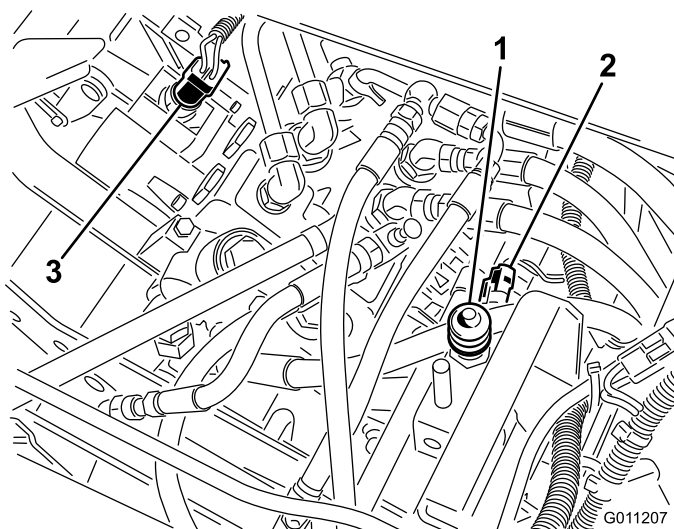

**Figure 45**
1. Soulevez le siège pour exposer le régulateur de débit monté sur le distributeur de commande principal (Figure 45).